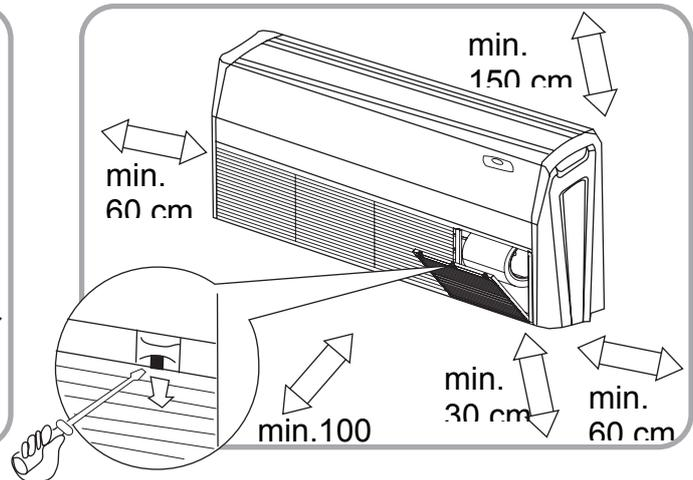

Abb. 23
- Um das Gerät muss ein hinreichender Raum für die Lüftung sein (siehe Abb. 23).